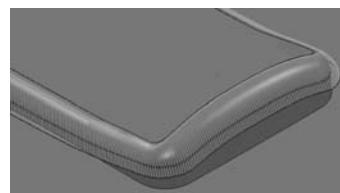

图 2-124 交叉
- 【交叉】：从起始参考线上的一个点移动到终止参考线上的对应点而形成刀具路径，如图 2-124 所示。